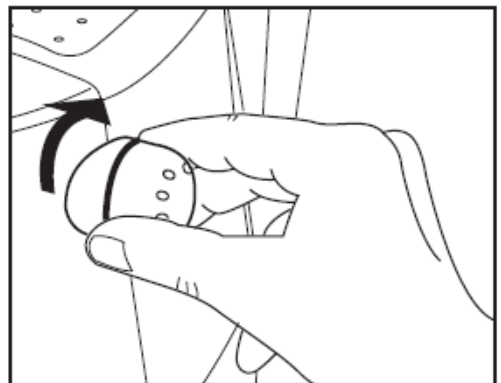

Fig. 3
- Se till att vredet för ånga och hett vatten är helt stängt. Vredet vridet motsols så långt det går (Fig.3)